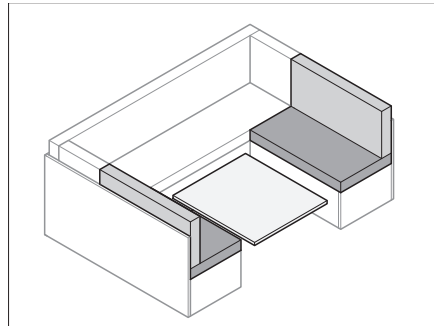

Bild 77 Bygga om bordet
- Bygg om bordet (Bild 77) till sängbotten (se avsnitt 7.8).